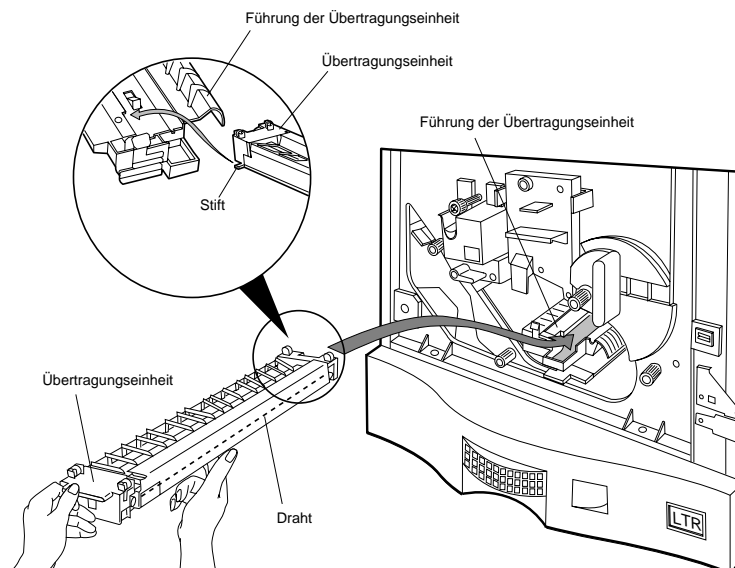

Abbildung 5-7 Entfernen der Übertragungseinheit
3. Drücken Sie die Übertragungseinheit nach innen und oben, um sie von der Führung zu lösen (siehe Abbildung 5-7).